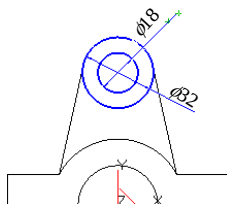

图 6-106 绘制草图
2) 利用曲面生成工具绘制如图 6-106 所示的草图, 然后单击“绘制草图”按钮退出草图绘制。